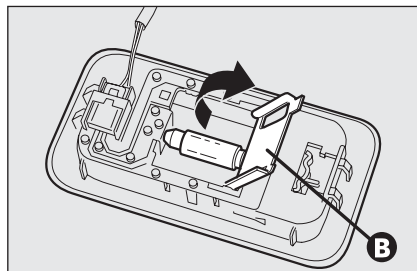

fig. 51
- ☐ abra la tapa de protección **B-fig. 51**, sustituya la lámpara separándola de los contactos laterales y asegúrese de que la lámpara nueva quede bloqueada correctamente entre los mismos contactos;